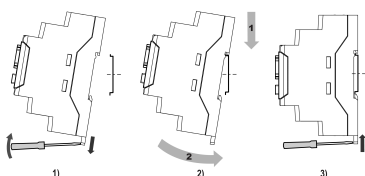

Abb. 2 Montage
1. Stellen Sie das Gerät wie in Abb. 2 gezeigt auf eine Hutschiene.